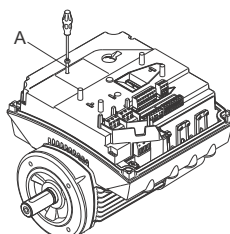

Fig. 57 Sådan fjerner du skruen
3. Fjern skruen (fig. 57, A).
5. Monter og stram skruerne (fig. 57, A) med 1,3 Nm.